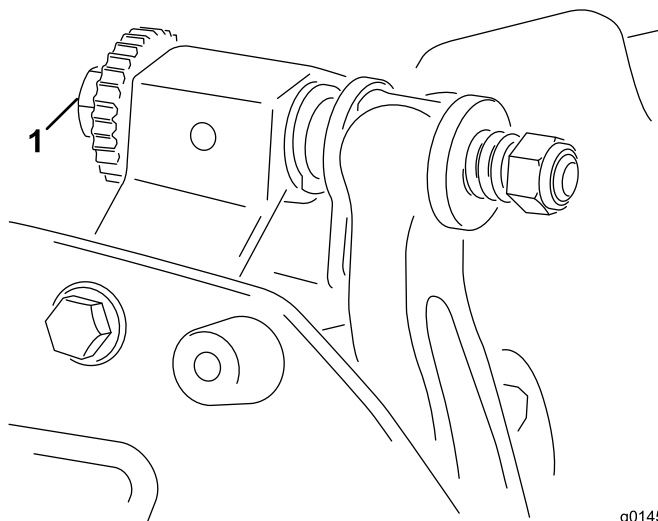

Bild 4
6. Drehen Sie die Einstellschraube des rechten Untermesserträgers (**Bild 4**), bis Sie einen leichten Druck (d. h. Widerstand) an der Beilagscheibe spüren, wenn Sie sie von einer zur anderen Seite verschieben. Entfernen Sie die Beilagscheibe.